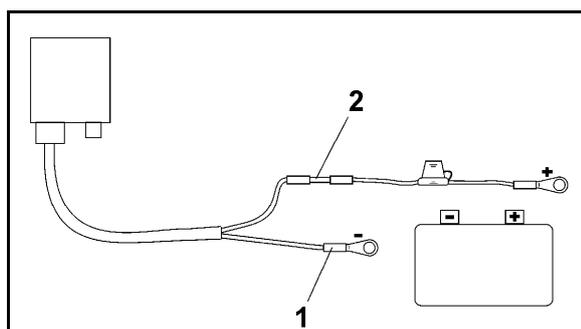

Fig. 4
4. Sett inn den blå kabellederen (jord) i den løse ringtungen (Fig. 4/1).
6. Sett inn den brune kabellederen (+ 12 volt) i en ledig ende av buttskjøten (Fig. 4/2)
8. Krymp buttskjøten (Fig. 4/2) med en varmekilde (sigarettenger eller hårføner) inntil limet kommer ut